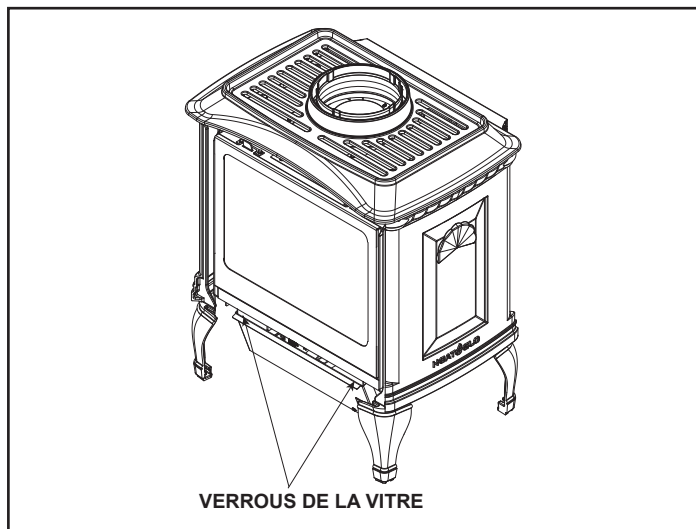

Figure 10.2 Retrait du cadre de la vitre
3. Dégagez les deux verrous de la vitre des coins inférieurs de l'appareil. Retirez la vitre de l'appareil. Voir la Figure 10.2.